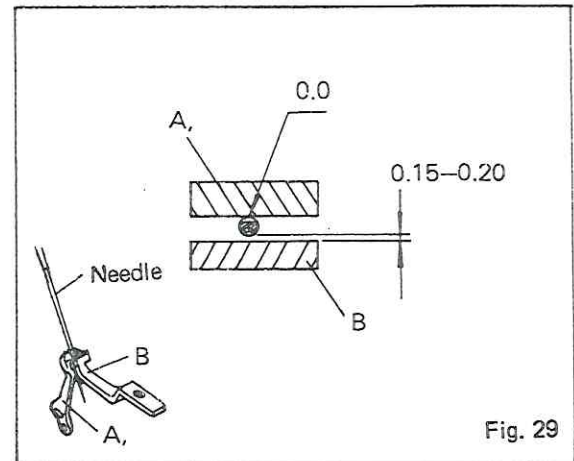

Fig. 29
(5) Needle and Needle Guard Fig. 29
Aguja-salva agujas. Fig. 29
Aiguille et garde aiguille Fig. 29